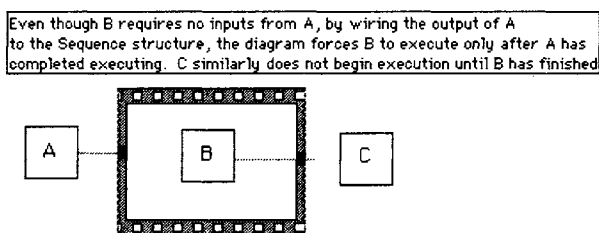

Рис. 16.36
- при необходимости «заставить» ВПП выполняться в определенной последовательности воспользуйтесь структурой последовательности, которая может быть неуместной для больших блок-диаграмм, или искусственной структурой зависимости данных, как показано на рис. 16.36;